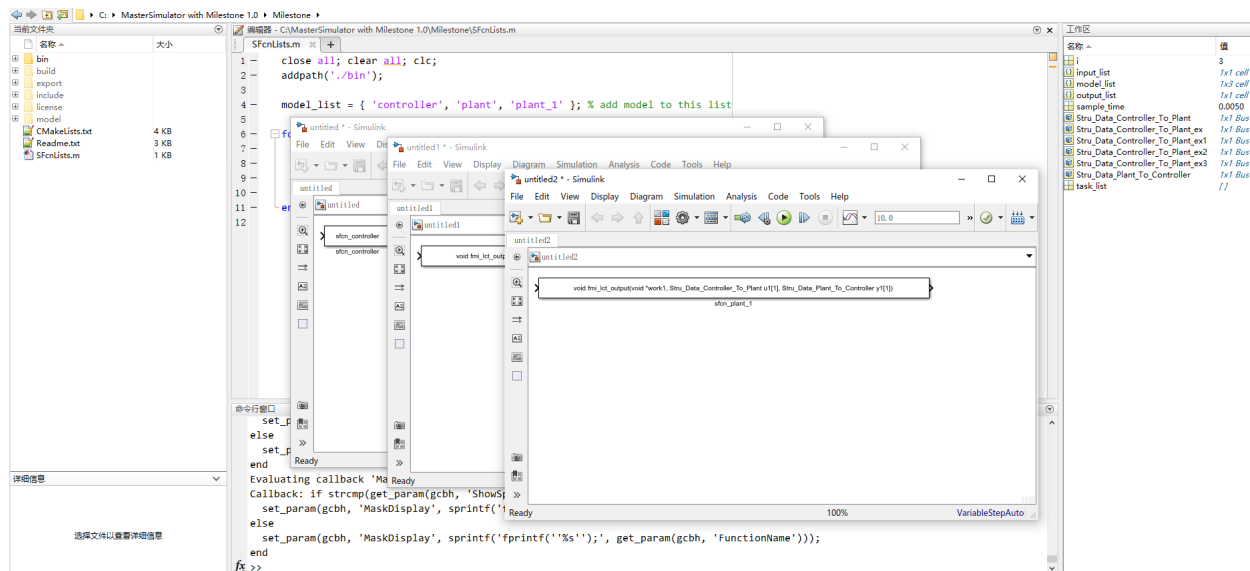

图 7.1: 生成的 S-Function 模块
- 运行 `SFcnLists.m` 脚本后，将一一生成列表中模型对应的 S-Function 模块，如图 7.1。